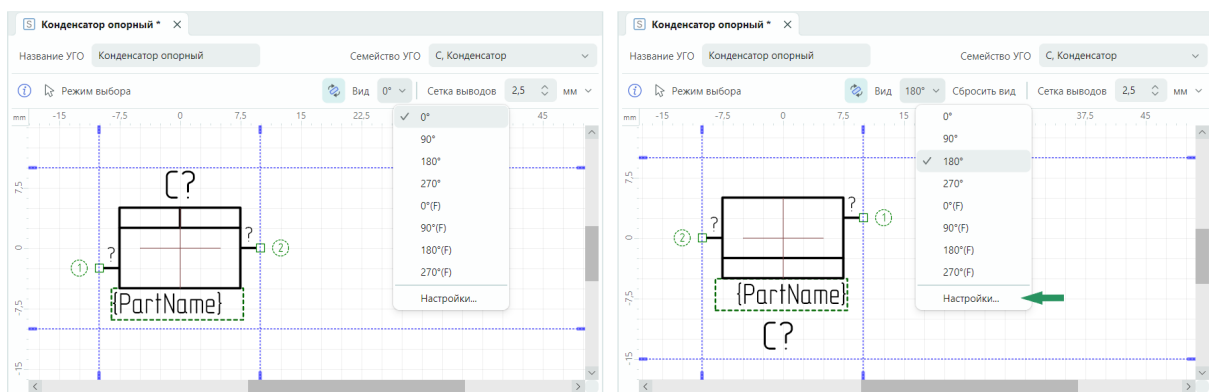

Рис. 48 Настройка отображения УГО при повороте
**Примечание!** Для каждого пункта поворота можно настроить отличное отображение (графики УГО и положения атрибутов), см. Рис. 48. Формирование перечня доступных отображений поворота УГО осуществляется при переходе на пункт «Настройки...». Кнопка «Сбросить вид» приводит все отображения к виду отображения УГО при его повороте на 0°.